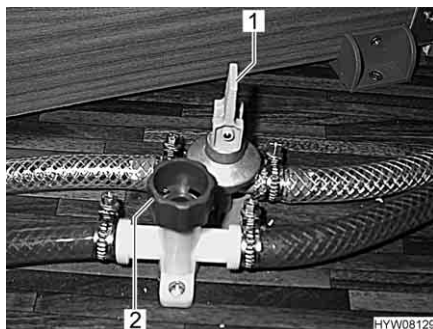

Fig. 158 Llaves de desagüe
- Cerrar todas las llaves de desagüe de la caldera. Para esto, poner el balancín (Fig. 158,1) en posición horizontal o bien girar la tapa (Fig. 158,2) en sentido de las agujas del reloj.
- Abrir todas las llaves de desagüe de la caldera. Para esto, poner el balancín (Fig. 158,1) en posición vertical o bien girar la tapa (Fig. 158,2) en sentido contrario a las agujas del reloj.